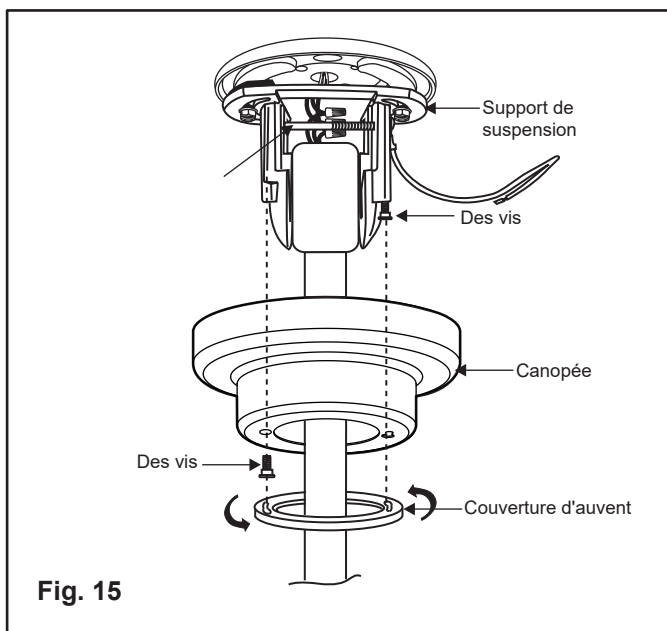

Fig. 15
4. Faites glisser l'auvent jusqu'au plafond et placez les vis de montage dans les trous de serrure situés sur la face de l'auvent. Faites pivoter la verrière dans le sens des aiguilles d'une montre. (Fig.15)